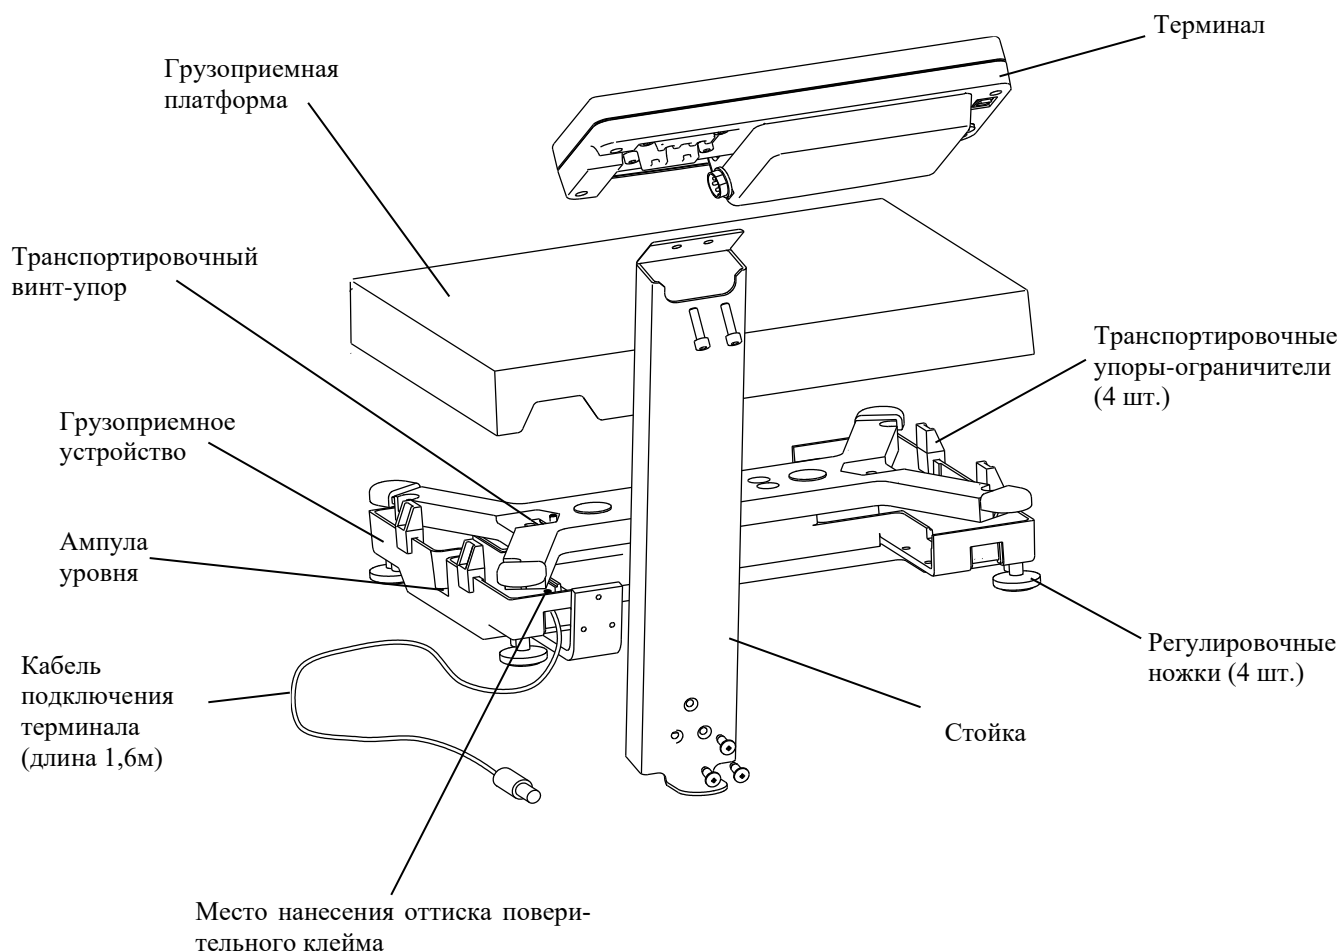

Рис. 5.1 - Весы МК_AB11
Конструкция весов представлена на Рис. 5.1.
Снять грузоприемную платформу и убрать транспортировочные упоры-ограничители (Рис. 5.1).
Вывернуть (полностью) транспортировочный винт-упор (Рис. 5.1), вращая его только против часовой стрелки.
Подключить штекер сетевого адаптера к весам (Рис. 5.1). Подключить адаптер к сети.
- нанести на весы оттиск поверительного клейма (см. Рис. 5.1);